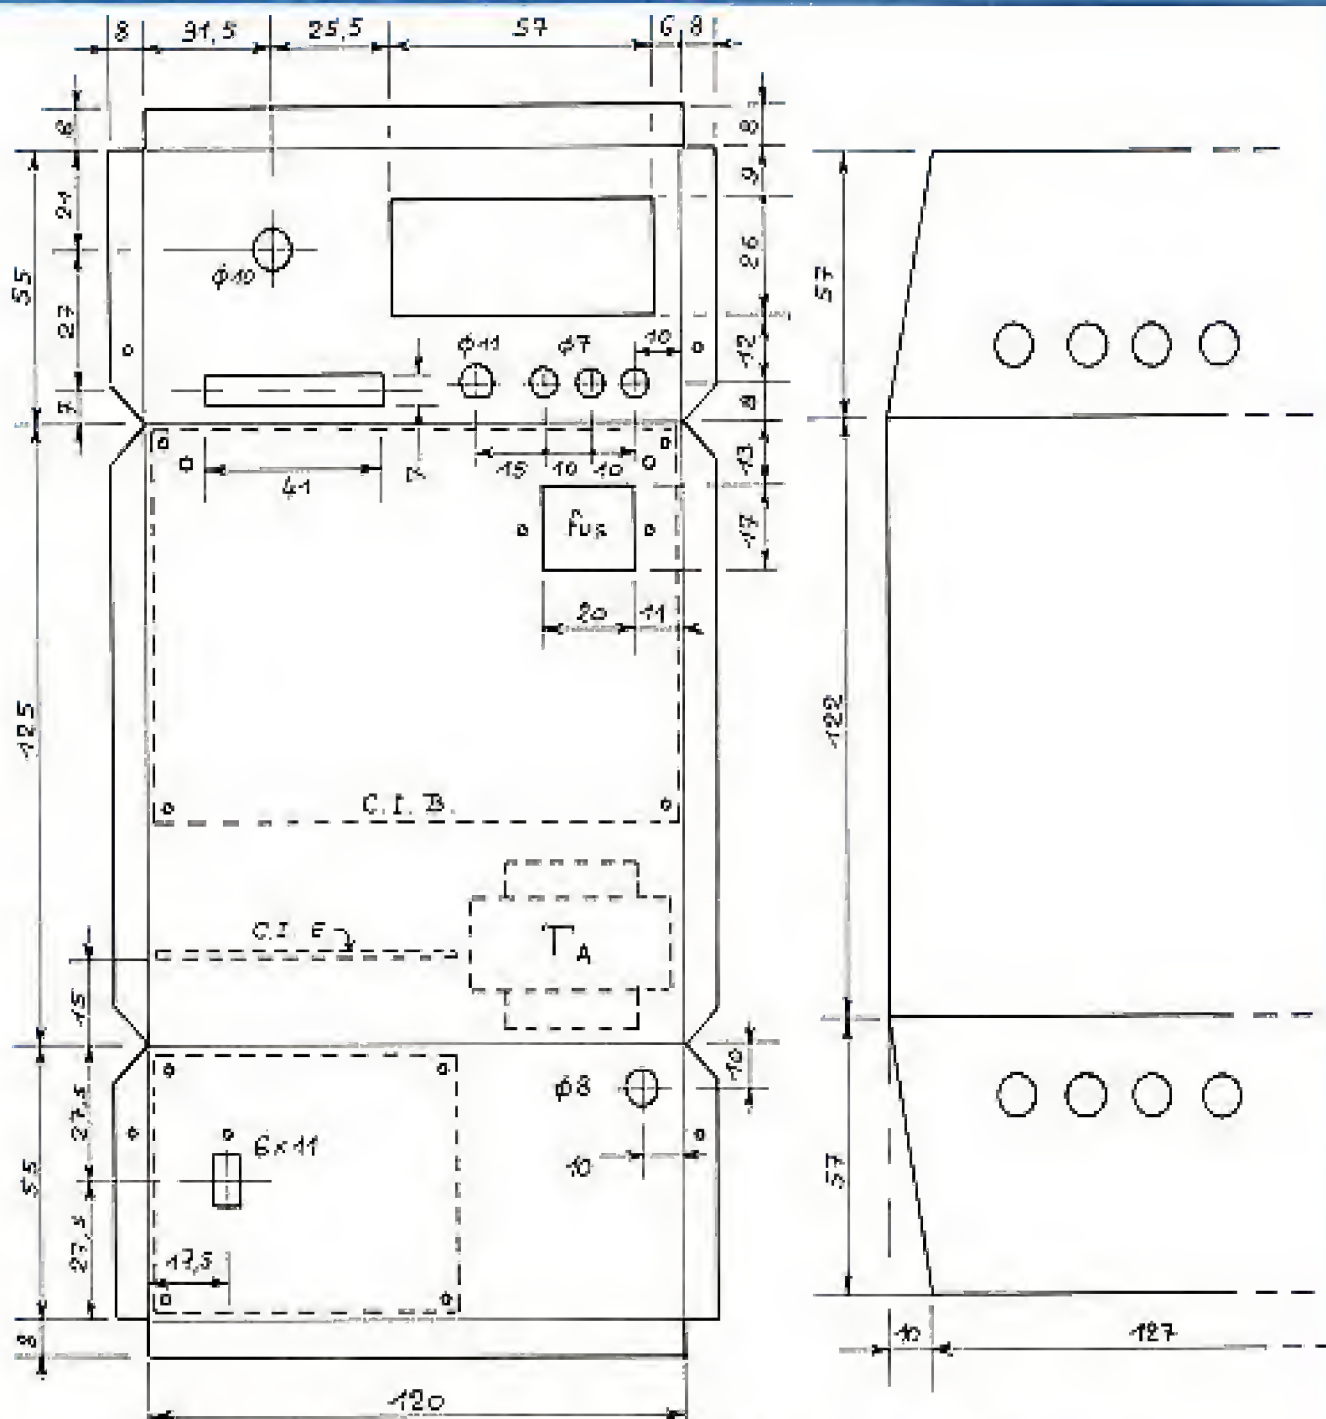

Fig. 13. - Boîtier du MX 7107 (Alu 10/10 - Côtes de traçage - Plages vers l'observateur).
a) Le boîtier : voir figure 13.